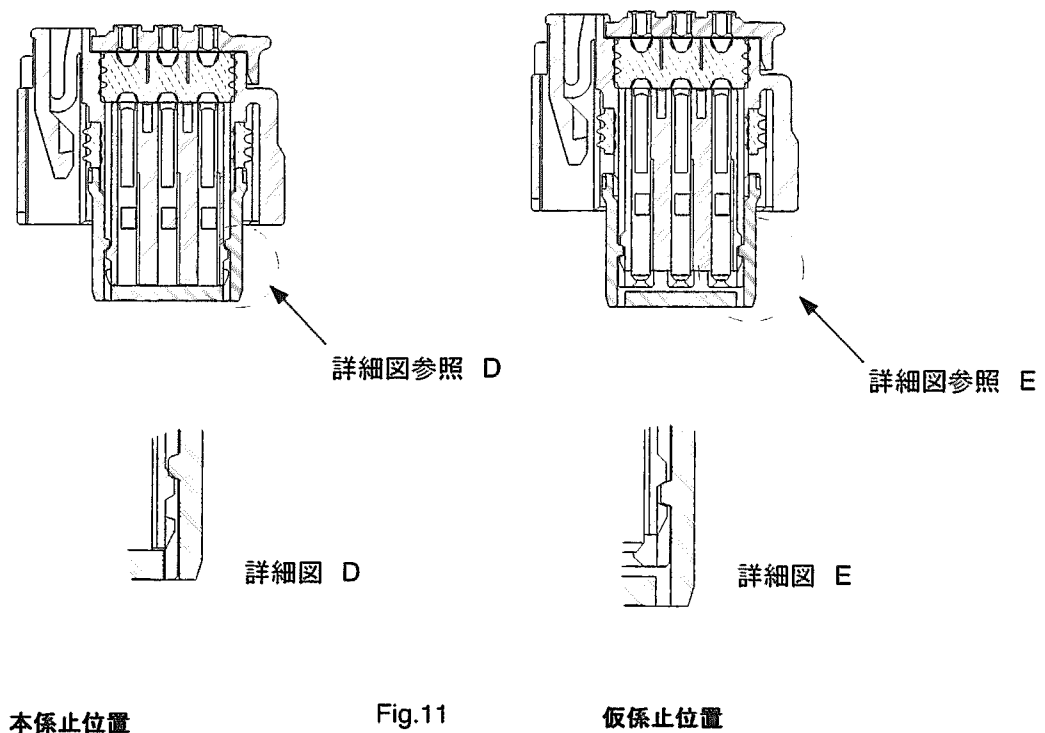

Fig.11
(2) リテーナーを仮係止状態まで(約 2mm)引き出します。係止部全てのつめが仮係止位置に来たことを確認して下さい。(Fig.11)